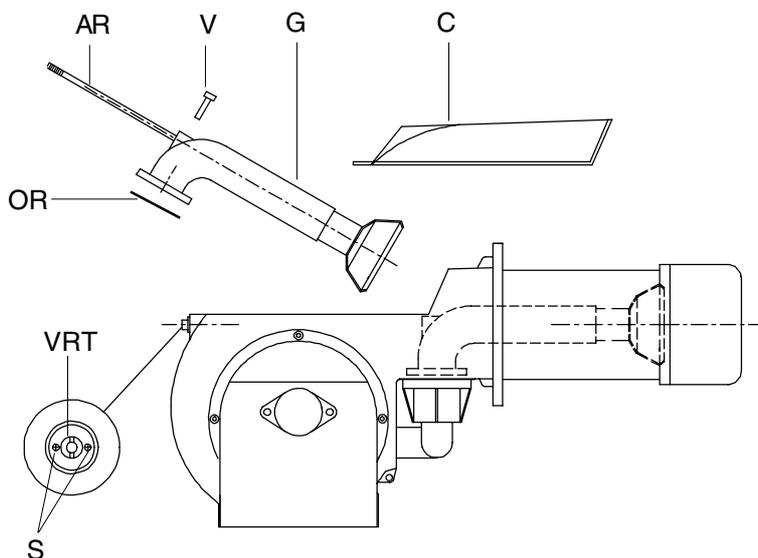

Fig. 26
- Desmontaje, examen y limpieza cabeza de combustión (ver fig. 26 - 27).